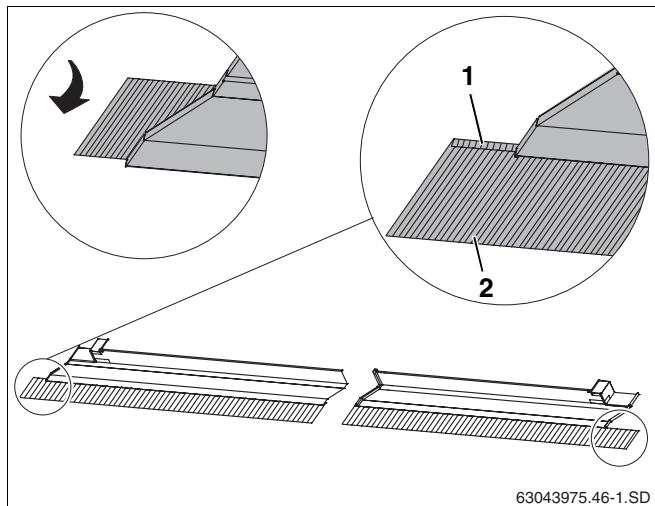

Рис. 42 Укладка свинцовых фартуков
- Выгнуть свинцовые фартуки всех накладных листов вперед (рис. 42, поз. 2).
- Выгнуть также вперед концы крайних накладных листов вверху (рис. 42, поз. 1).